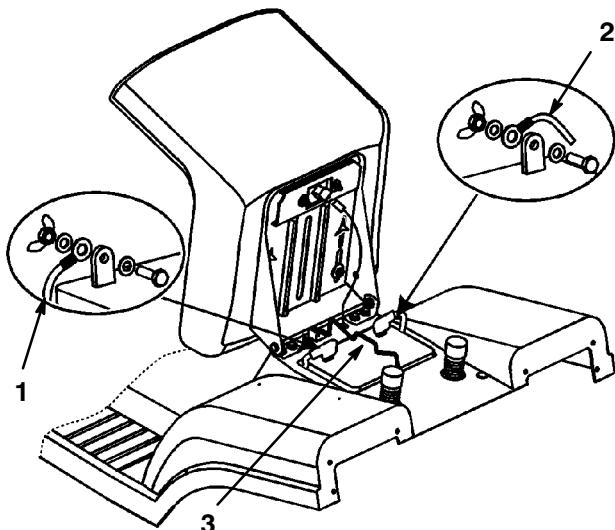

Abbildung 23
3. Die Gummiabdeckung vom negativen (schwarzen) Kabel herunterheben. Das negative (schwarze) Massekabel von der Batterieklemme lösen (Abb. 23).
4. **Die Gummiabdeckung vom positiven (roten) Kabel herunterheben. Das positive (rote) Kabel von der Batterieklemme lösen (Abb. 23).**
5. **Die Batteriehaltestange entfernen (Abb. 23).**
1. **Die Batterie so in das Chassis setzen, dass die Batterieklemmen zur Vorderseite des Traktors zeigen (Abb. 23).**
2. **Die Batterie mit der Haltestange im Chassis befestigen (Abb. 23).**
3. **Das positive (rote) Kabel mit Schraube und Flügelmutter an der positiven (+) Batterieklemme anschließen (Abb. 23). Die Gummiabdeckung über die Batterieklemme schieben.**
4. **Das negative (schwarze) Kabel mit Schraube und Flügelmutter an der negativen (-) Batterieklemme anschließen (Abb. 23). Die Gummiabdeckung über die Batterieklemme schieben.**